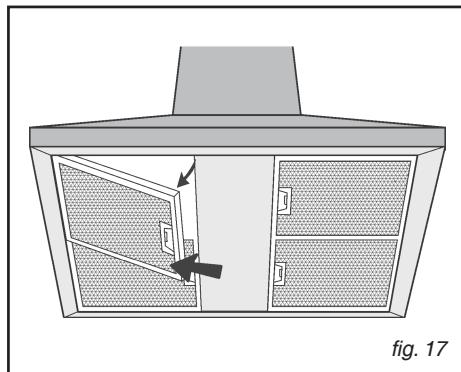

fig. 17
##### • Ausbau der Fettfilter (Abb. 17)
- Fettfilter herausnehmen (Abb. 17): Den Halter am Griff nach innen drücken und dabei den Filter nach unten ziehen.
- Die beiden Filterhalter (M) abnehmen und die Kohlefilter (A) herausziehen.